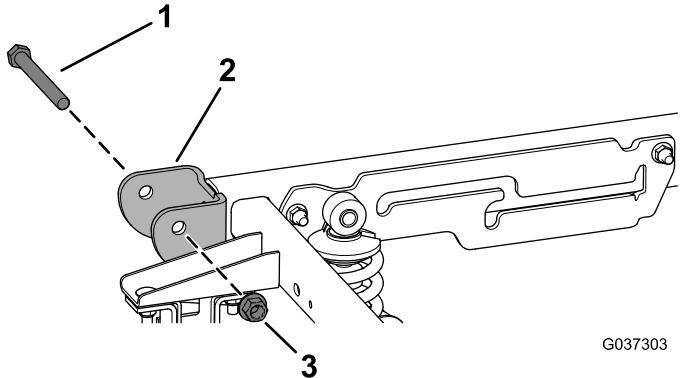

Figura 4
- Rimuovete i 2 bulloni orientabili (1/2" x 4-1/2") e i 2 dadi di bloccaggio (1/2") dalla staffa orientabile situata sulla parte posteriore della macchina (Figura 4).